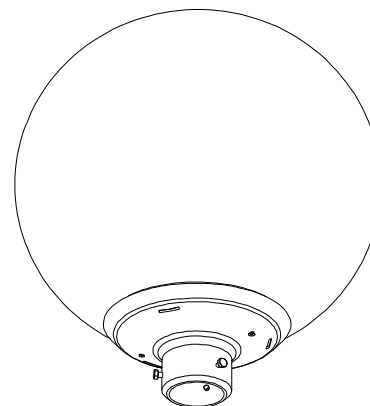

Рис. 1. Светильник ПСС-30 Шар
- 8.1. Светильник устанавливают на трубу диаметром 50-60 мм и закрепляют тремя болтами М6 (рис. 1).